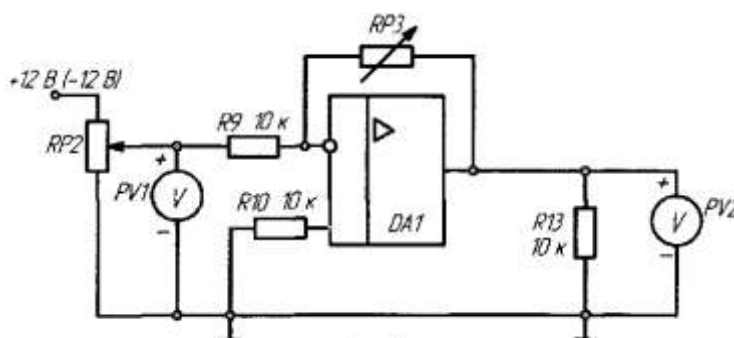

Рис. 1
- 1) Собрать схему согласно рис. 1; установить заданное значение $R_{P3}=20\text{K}$;